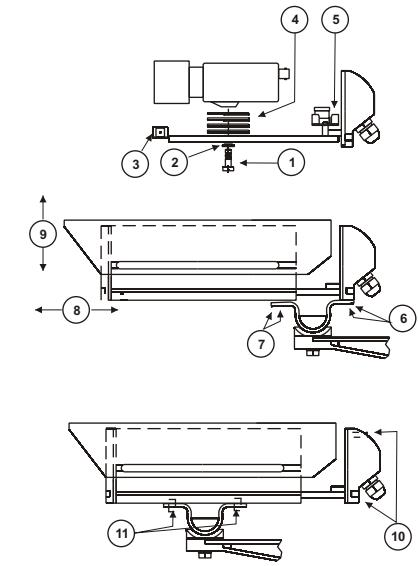

Рис.1
1.1. Снимите солнцезащитный козырек (рис.1- 9).
1.2. Отверните три винта (K16/3) или пять винтов (K16/2) крепления задней крышки к корпусу (рис.1- 10).
1.3. Снимите корпус (рис.1- 8).
2.1. Установите ТВ камеру с объективом на шасси, используя винт 1/4" необходимой длины (рис.1- 1), изоляционную шайбу (рис.1- 2) и установочные прокладки (рис.1- 4).
ТВ камера, объектив и провода не должны касаться нагревателя (рис.1- 3)!
2.2. Подключите ТВ камеру с помощью клеммных соединений (рис.1- 5) согласно маркировке.
3.1. Привинтите скобу шарнира к задней крышке двумя винтами M6*10 (рис.1- 6) .
3.2. Наденьте корпус на шасси (рис.1- 8).
3.3. Закрутите три винта M4*12 (K16/3) или пять винтов M4*12 (K16/2) (рис.1- 10) крепления задней крышки к корпусу.
3.4. Привинтите скобу шарнира к корпусу двумя болтами M6*10 (рис.1- 7), используя гайки, размещенные в пазах корпуса.
3.5. Если не предполагается разборка кожуха на объекте, возможно крепление скобы кронштейна на корпус с использованием 4-х гаек (рис.1- 11), размещенных в пазах корпуса.
4.6. Наденьте солнцезащитный козырек (рис.1- 9).